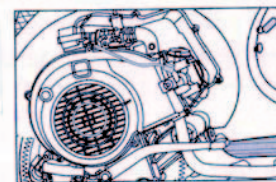

Fig. 42
- 3.3.2 Scollegare il cavo conduttore di AT (Fig. 42).